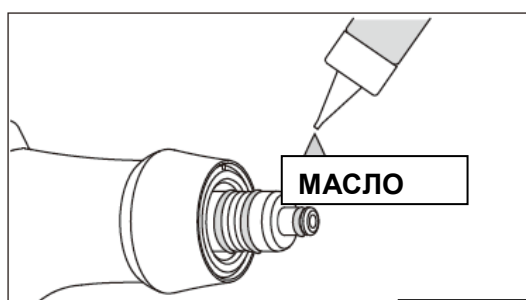

Рис. 21
1) Dry the O-ring section of the Powder Case and the Adjustment Ring section, apply a drop of the supplied turbine oil and rub it in with your finger, etc (Fig. 21, 22).
- 1) Просушите область уплотнительных колец и область кольца регулировки объема потока, нанесите каплю прилагаемого турбинного масла и вотрите его с помощью пальца (Рис. 21, 22).